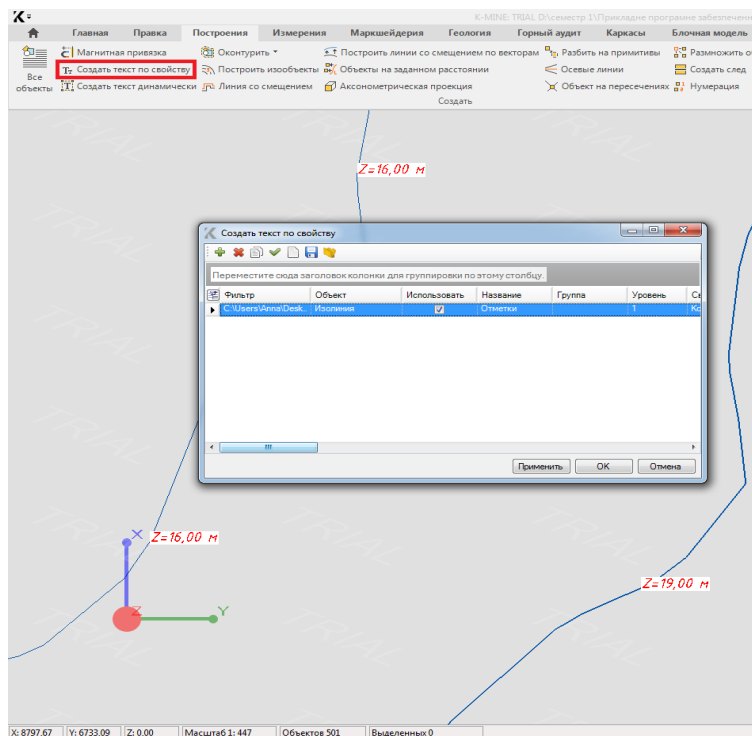

Рисунок 4.3.Приклад виконання завдання 8
7. За допомогою функції створення тексту по властивості відміток Z побудуйте числові відмітки з дистанцією 100 у форматі Z=00,00 м (рис.4.3).